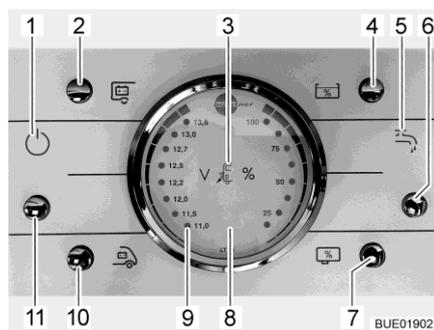

Fig. 184 Panneau de contrôle LT 96
La touche (Fig. 184,11) allume ou éteint le panneau de contrôle et l'alimentation 12 V de la cellule.
**Mettre en marche :** ■ Appuyer sur la touche (Fig. 184,11) : L'alimentation 12 V de la cellule est assurée. Le voyant de contrôle (Fig. 184,1) s'allume.
**Mettre hors service :** ■ Appuyer sur la touche (Fig. 184,11) : L'alimentation 12 V de la cellule est coupée. Le voyant de contrôle (Fig. 184,1) s'éteint.
Observer la graduation de gauche sur l'indicateur de charge/de niveau de réservoir (Fig. 184,8). L'indicateur s'éclaire automatiquement dès qu'une touche est pressée.
- Appuyer sur la touche (Fig. 184,10) : La tension de la batterie de démarrage est affichée.
- Appuyer sur la touche (Fig. 184,2) : La tension de la batterie de cellule est affichée.
Observer la graduation de droite sur l'indicateur de charge/de niveau de réservoir (Fig. 184,8). L'indicateur s'éclaire automatiquement dès qu'une touche est pressée.
- Appuyer sur la touche (Fig. 184,4) : Le niveau du réservoir d'eau est affiché.
- Appuyer sur la touche (Fig. 184,7) : Le niveau du réservoir d'eaux usées est affiché.
- Appuyer sur la touche (Fig. 184,6) : L'alimentation en eau est activée. Le voyant de contrôle de la pompe à eau (Fig. 184,5) s'allume.
- Appuyer sur la touche (Fig. 184,6) : L'alimentation en eau est désactivée. Le voyant de contrôle de la pompe à eau (Fig. 184,5) s'éteint.
Le voyant d'alerte rouge "ALARM" (alarme) (Fig. 184,9) clignote dès que la charge de la batterie de cellule descend en dessous de 11 V (mesurée en marche) et qu'il y a risque de décharge profonde des batteries.
Le voyant de contrôle 12 V (Fig. 184,1) s'allume dès que la touche principale 12 V (Fig. 184,11) est enclenchée.
Le voyant de contrôle 230 V (Fig. 184,3) s'allume si l'arrivée du bloc électrique est sous tension de réseau.